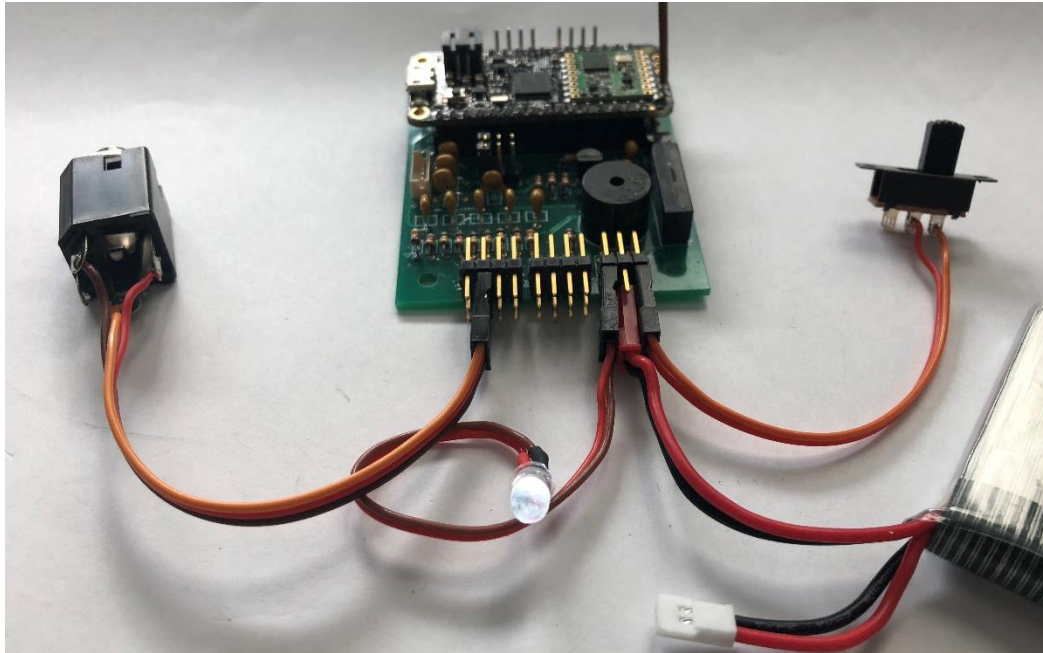

Abb. 9
- 6.4 Wer eine externe Betriebsanzeige benötigt, kann eine LED direkt an P4-Kanal 1, pin 1- und 2+ anschließen (Abb. 9). Ein Vorwiderstand 1k ist bereits eingebaut. Es sollten nur LED verwendet werden, die schon bei 2mA ihre Nennintensität erreichen.